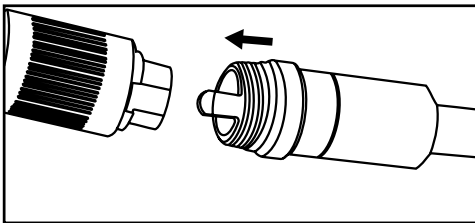

Fig. 3 – Empurrando a chave do tubo flexível
1 - Cuidadosamente empurre a chave do tubo flexível (2) no conector do tubo flexível (3) do equipamento, conforme Fig. 3;